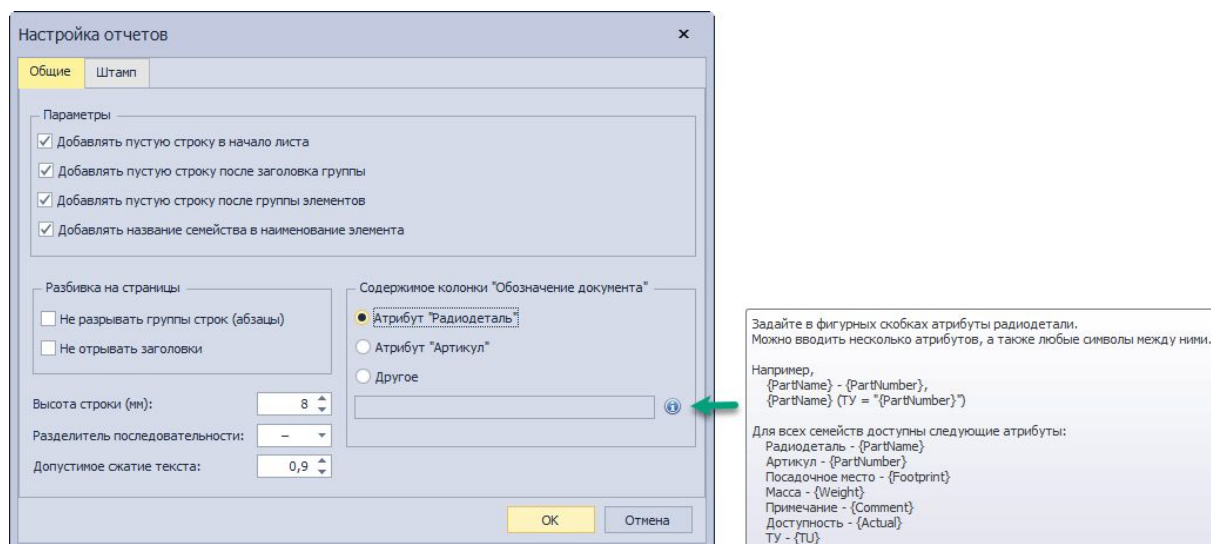

Рис. 36 Окно «Настройка отчетов». Вкладка «Общие»
2. Содержание. С помощью данной настройки можно выбрать данные, которые будут отображаться в колонке «Наименование», см. Рис. 36: